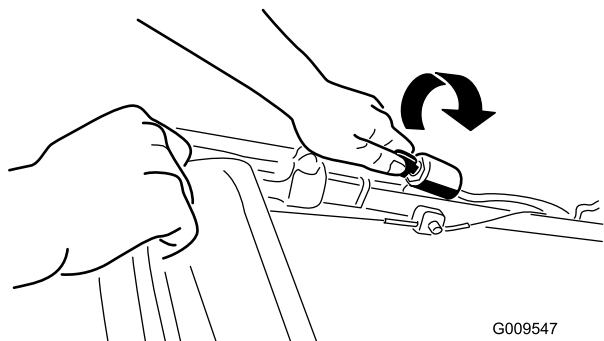
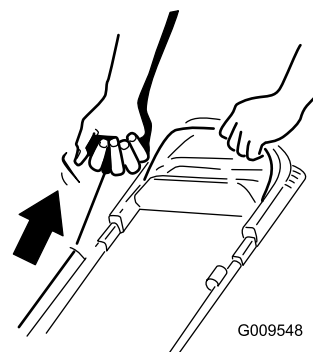

Figura 12
Figura 13
2. Gire la llave de contacto (Figura 12) (modelos de arranque eléctrico solamente) o tire del arrancador de retroceso (Figura 13).
Nota: Cuando tire del arrancador de retroceso, debe tirar suavemente hasta que note resistencia; luego tire con fuerza (Figura 13). Deje que la cuerda vuelva lentamente al manillar.